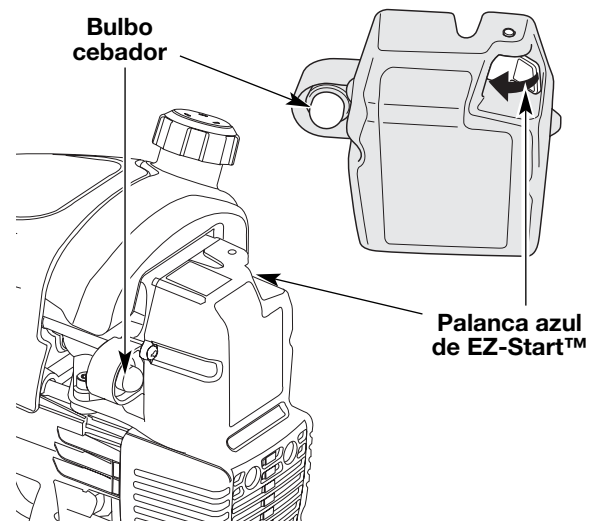

Fig. 7
**NOTA:** No hay necesidad de encender la unidad. El Control de Parada Encendido/Apagado (On/Off) está en la posición Encendido (ON) (I), en todo momento.
2. Oprima completamente el cebador y suéltelo 10 veces. Hágalo lentamente. Se deberá ver un poco de **combustible en el cebador** y en las tuberías de alimentación de combustible (Fig. 7). Si no puede ver el combustible en el cebador, oprímalo y suéltelo tantas veces como sea necesario hasta que vea combustible en el mismo.
3. **Empuje la Palanca EZ-Start™ hacia la primera bombilla** hasta que haga un clic y quede trabada en su lugar (Fig. 7).